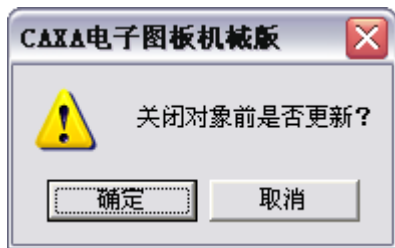

图 2-101 更新提示对话框
- 4) 当图形绘制完成后，关闭电子图板，弹出如图 2-101 所示的对话框，选择【是】，这时可以看到绘制的图形已作为一个 OLE 对象插入到 Word 文档中。